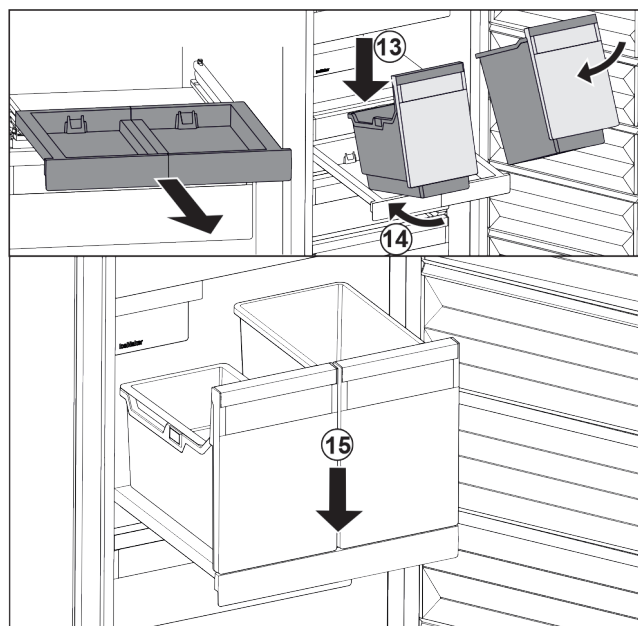

Fig. 129
- Bak schuin op het uitschuifplateau plaatsen. Fig. 129 (13)
- Bak er schuin naar achteren inschuiven. Fig. 129 (14)
- Bak aan voorzijde neerzetten. Fig. 129 (15)